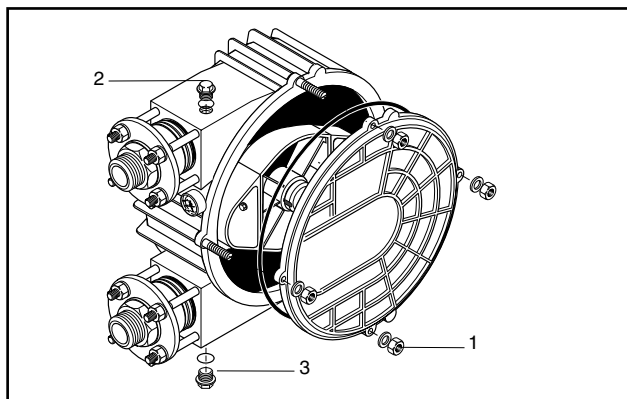

Fig. 13 Corpo della pompa
3. Svitare il tappo di chiusura (Pos. 2, Fig. 13), svitare il tappo dalla valvola di scarico dell'olio (Pos. 3, Fig. 13), avvitare il raccordo e scaricare l'agente lubrificante in un recipiente.
4. Dopo aver svitato i 4 dadi del coperchio (Pos. 1, Fig. 13), rimuovere il coperchio della pompa e la guarnizione O-Ring e scaricare l'olio lubrificante rimanente nel recipiente di raccolta.